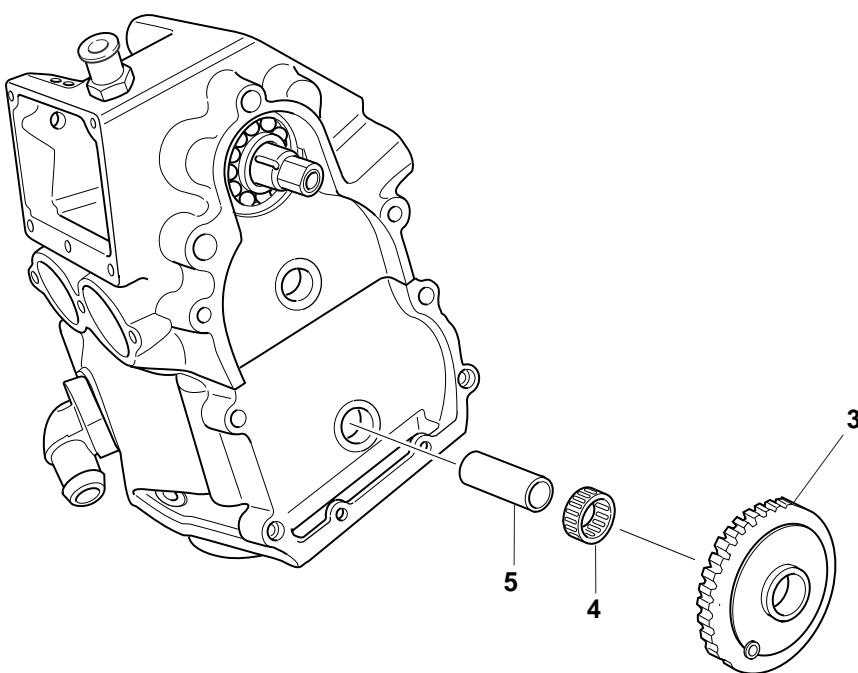

Fig.54
3. Posizionare l'ingranaggio "3" con relativa gabbia a rulli "4" e canotto "5" nella propria sede sul cilindro (Fig.54).
3. To place gear "3" with relative bearing at rollers "4" and steering tubes "5" in his seat on cylinder (Fig. 54).
3.Zahnrad "3" mit dem betreffenden Rollenkäfig "4" und Buchse "5" in seinen Sitz am Zylinder legen (Abb.54).